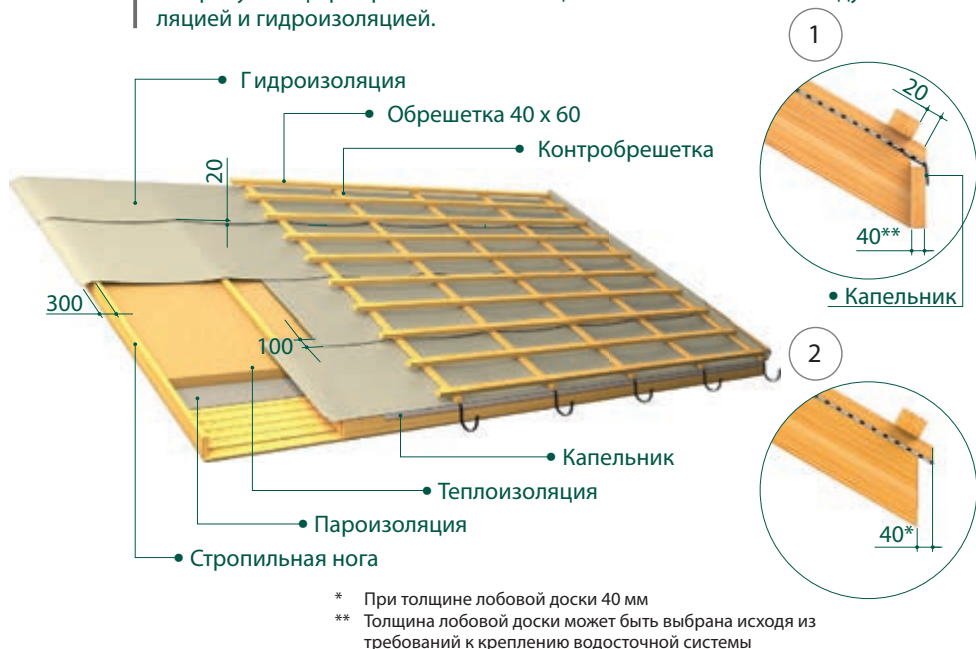

РИС. 3. Подготовка стропильной конструкции
- На стропила укладывается гидроизоляция РИС. 3. Выберите тип гидроизоляции согласно классу сложности крыши. Подробнее о классах гидроизоляции смотрите на сайте metrotile.com.ua